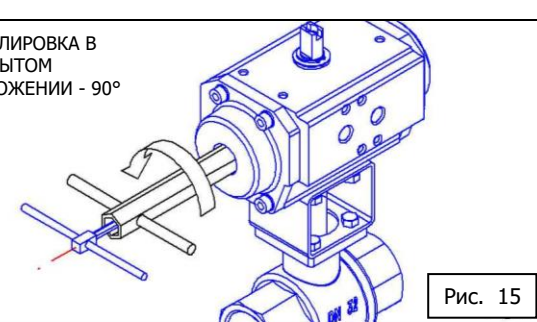

Рис. 15
1. Выкрутить с обеих сторон привода болт и гайку, регулирующие движение концевой заглушки, см. Рис.15.